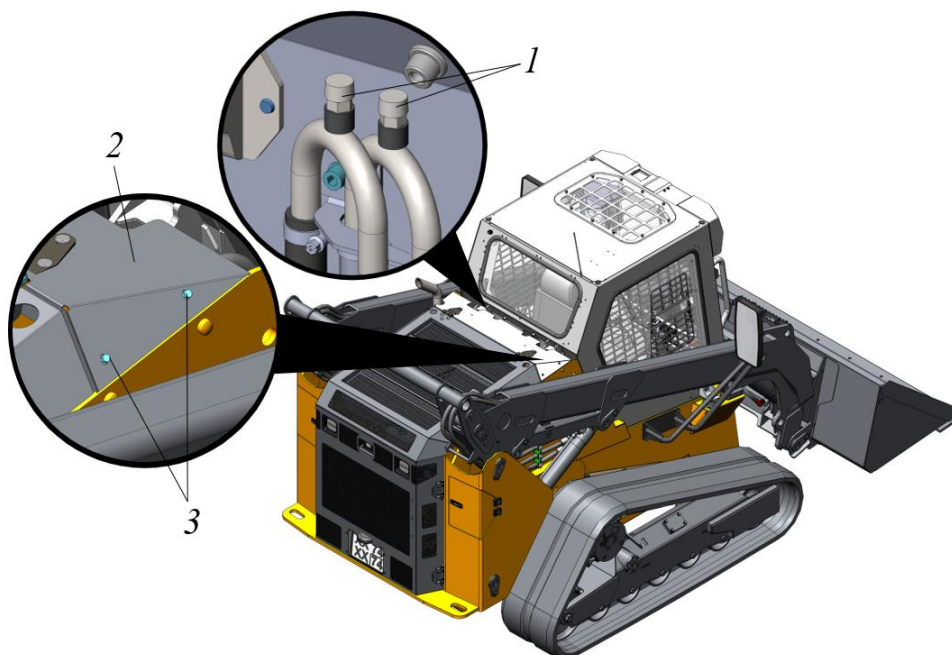

Рисунок 5.66 Процедура удаления воздуха из системы охлаждения двигателя
Для удаления воздуха из системы охлаждения предусмотрены 2 крана Маевского (рис. 5.66). Открывать краны необходимо последовательно.
- Снять щиток 2 предварительно выкрутив 4 крепежных болта поз. 3 (с двух сторон), рис. 5.66
- Закрыть краны Маевского, установить демонтированный щиток используя крепежные болты 3, рис. 5.66.